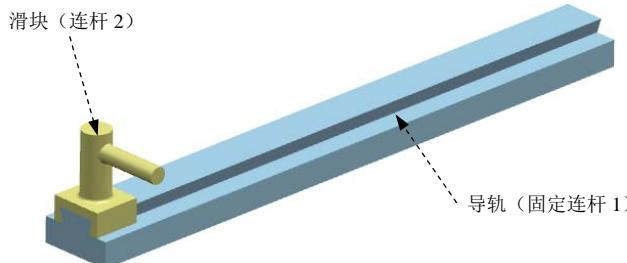

图 7.3.18 机构模型
下面举例说明间歇函数驱动的应用。在图 7.3.18 所示的机构中，定义滑块在 2s 内从初始位置运动到 150mm 的位置，然后停止 10s，最后在 3s 内再次前进 150mm，则间歇函数定义为“STEP ( x, 0, 0, 2, 150 ) +STEP ( x, 12, 0, 15, 150 )”。
Step5. 定义固定连杆 1。选择下拉菜单 → 命令，系统弹出“连杆”对话框；选取图 7.3.18 所示的导轨为固定连杆 1；在 **质量属性选项** 下拉列表中选择 **自动** 选项；在 **设置** 区域中选中  **固定连杆** 复选框；在 **名称** 文本框中采用默认的连杆名称“L001”；单击 **应用** 按钮，完成固定连杆 1 的定义。
Step6. 定义连杆 2。选取图 7.3.18 所示的滑块为连杆 2；在 **质量属性选项** 下拉列表中选择 **自动** 选项；在 **设置** 区域中取消选中  **固定连杆** 复选框；在 **名称** 文本框中采用默认的连杆名称“L002”；单击 **确定** 按钮，完成连杆 2 的定义。